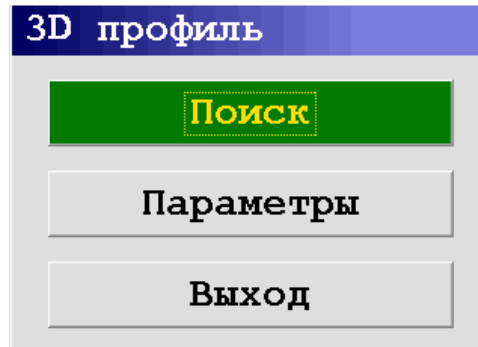

Рисунок. 5.13 Меню «3D профиль»
Режим работы позволяет провести зондирование обследуемого участка с применением разметочного коврика либо без него с целью получения серии файлов для построения 3D-модели обследуемого участка с помощью программы, входящей в комплект поставки прибора. После нажатия кнопки «3D профиль» в «Главном меню» прибора, на экране дисплея отобразится меню (Рис.5.13), в котором необходимо для запуска режима зондирования нажать кнопку «Поиск».
- в случаях, когда перемещению прибора мешает какое-либо естественное препятствие, или нет необходимости зондирования до конца намеченной траектории, то можно нажать кнопку «Enter» и будет сохранен укороченный по длине файл (Рис.5.13);